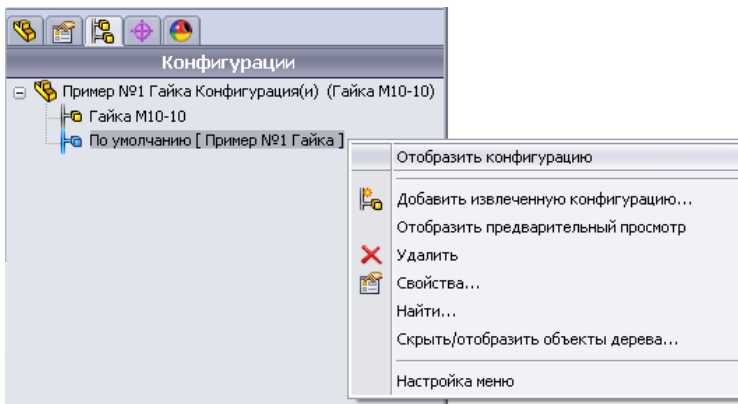

Рисунок 8.19 - Контекстне меню нової конфігурації
1. Щоб побудувати нову конфігурацію, перейдемо в менеджер конфігурації. У зв'язку з тим, що нова конфігурація будується на основі конфігурації «По умолчанию [Пример №1 Гайка]», необхідно привести її в активний стан. Для того щоб активізувати потрібну конфігурацію, треба перебуваючи в менеджері конфігурації, клацнути правою кнопкою миші по імені потрібної конфігурації. У контекстному меню що з'явилося, слід вибрати команду «**Отобразить конфигурацию**» (рис. 8.19).